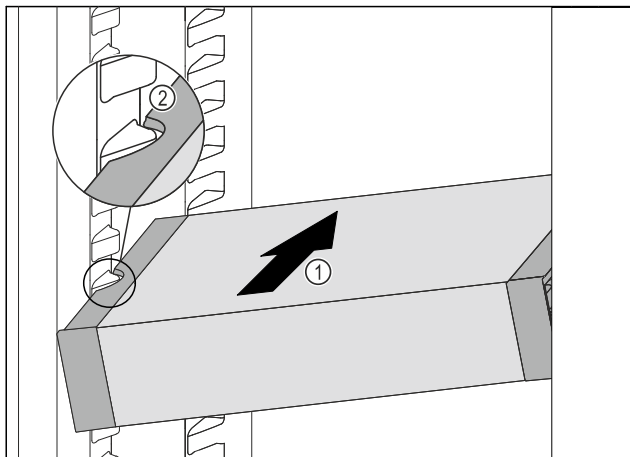

Fig. 54
- ▶ Skyv VarioSafe skrått inn i kjøleskapsdelen Fig. 54 (1), til utsparingene på sidene av Fig. 54 (2) VarioSafe er på nivå med rillene i kjøleskapet.